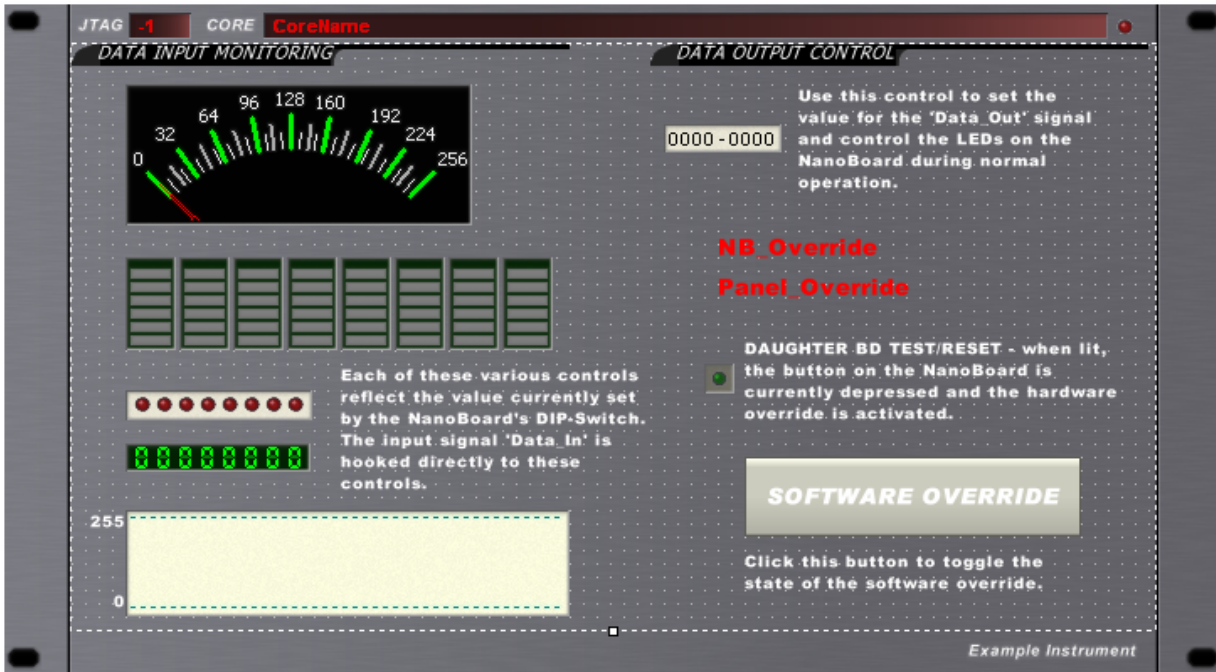

図 8. 説明用のラベルを追加して完成した計器パネルのデザイン
16. 図 8 に示すキャプションと配置で InstrumentLabel コントロールを追加します。その際、**AutoSize** プロパティを無効にしてラベルのサイズを変更します。